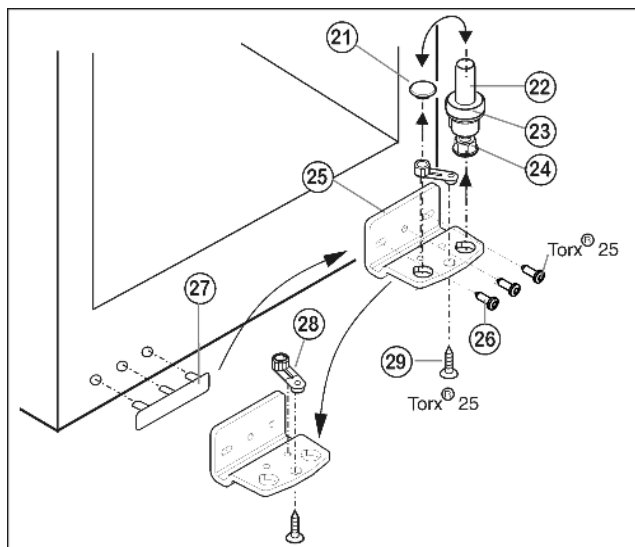

Fig. 5
- Извлеките опорный винт Fig. 5 (22) в комплекте с шайбой Fig. 5 (23) и регулируемой опорой Fig. 5 (24), вытягивая его вверх.
- Снимите пробку Fig. 5 (21).
- Открутите Fig. 5 (26) опорный кронштейн Fig. 5 (25).
- Открутите Fig. 5 (29) опорную деталь Fig. 5 (28) и, переставив в отверстие на противоположной стороне опорного кронштейна, снова прикрутите.
- Осторожно снимите и переставьте на противоположную сторону крышку со стороны ручки Fig. 5 (27).
- Снова прикрутите опорный кронштейн Fig. 5 (25) на новой стороне шарнира (с моментом 4 Нм). При необходимости используйте аккумуляторный шурупверт.
- Переставьте пробку Fig. 5 (21) в свободное отверстие.
- Вновь установите опорный винт Fig. 5 (22) в комплекте с шайбой и регулируемой опорой. При этом фиксатор должен быть направлен назад.